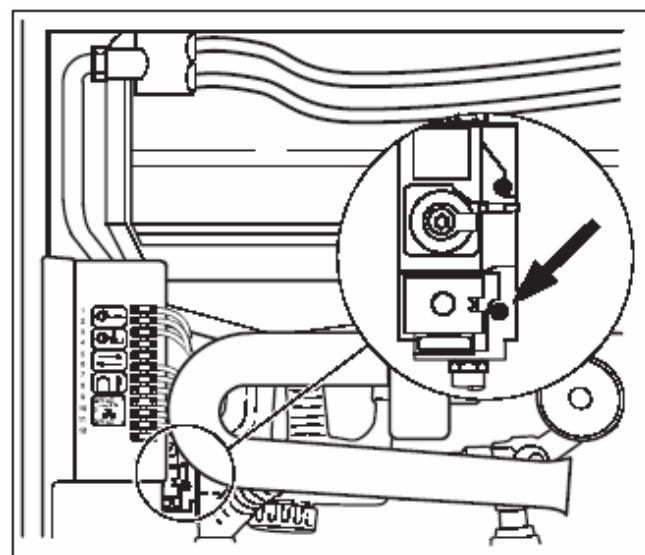
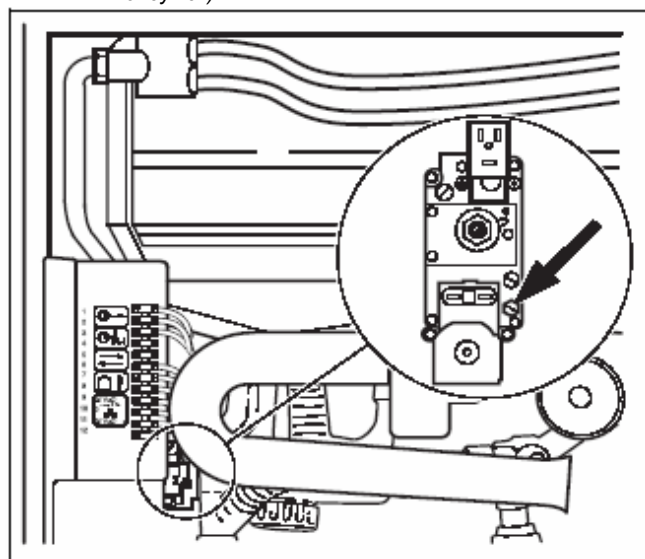

Рис. 19 Продувка газопровода подачи газа (арматура Honeywell)
Рис. 20 Продувка газопровода подачи газа (арматура SIT)
- Отвернуть запорный винт испытательного ниппеля для подключения газа и продувки на арматуре Honeywell на два оборота (рис. 19), на арматуре SIT (рис. 20) вывернуть полностью и насадить шланг.